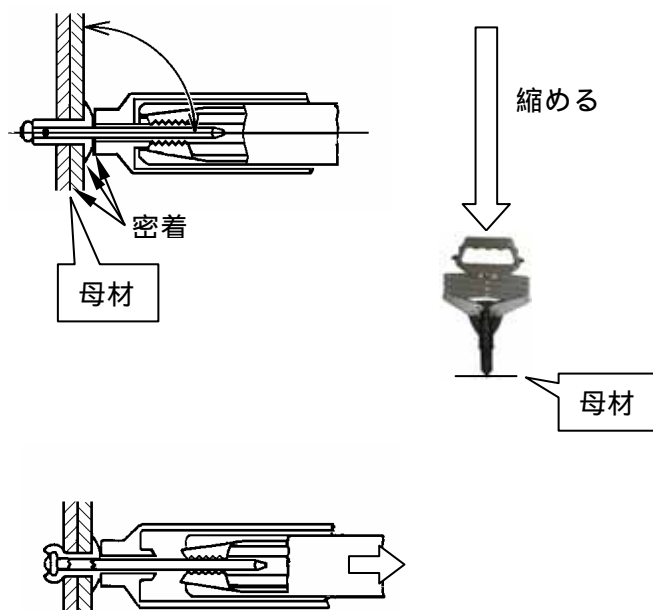

図5-4
- (2) リベットツールを母材に対し垂直に押しあて、締結される母材同士、リベットのフランジ及びノーズピースの各々が密着した状態にて、ハンドルとボディを持ってリベットツールを縮めてください。マンドレルが破断し、リベットが締結されます。(図5-4)